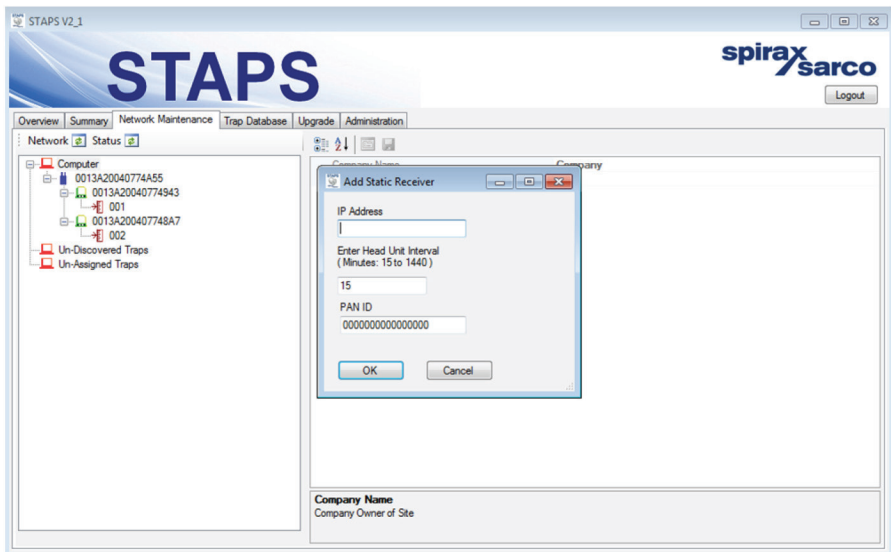

Abb. 29
6. Im nun geöffneten Dialogfenster (Abb. 29) werden IP-Adresse, Transmit Interval und PAN-ID des STAPS-Empfängers eingegeben.